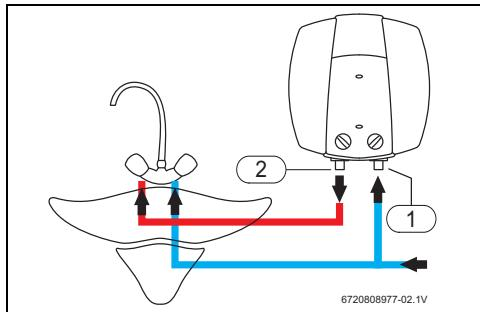

Рис. 6 Монтаж над раковиной (модель ES..-5MOWIV-B)
- Обозначьте трубы горячей и холодной воды соответствующим образом, чтобы не перепутать их (→ рис. 6 и 7).